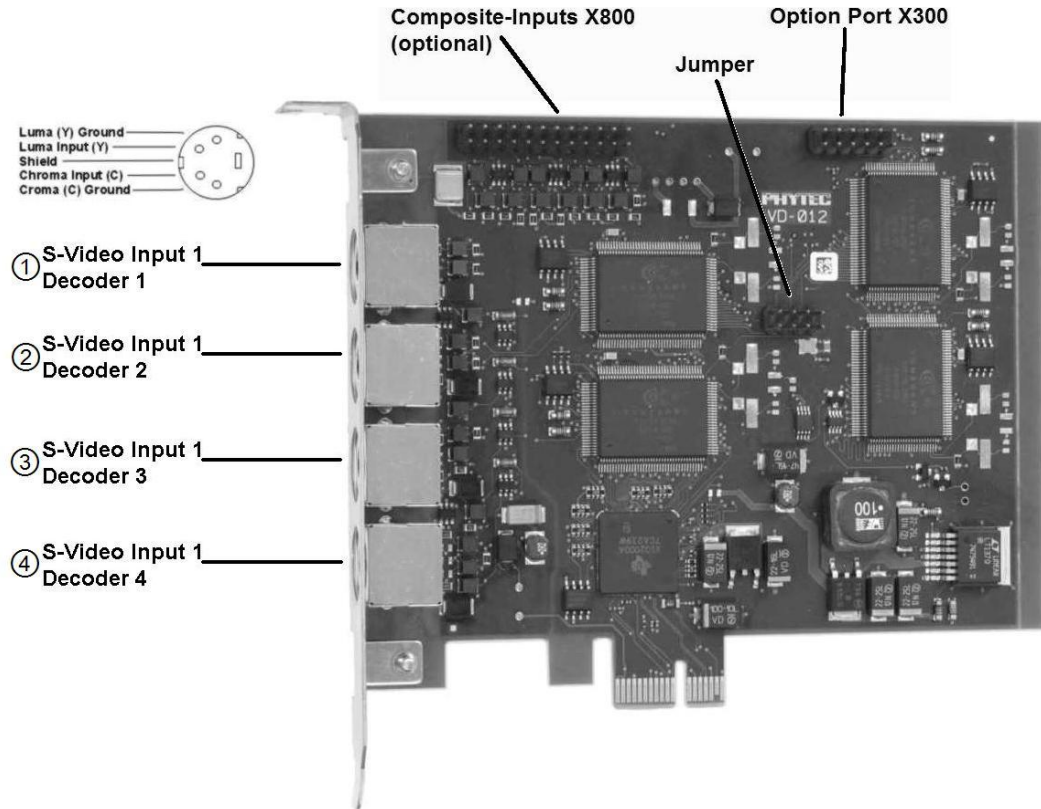
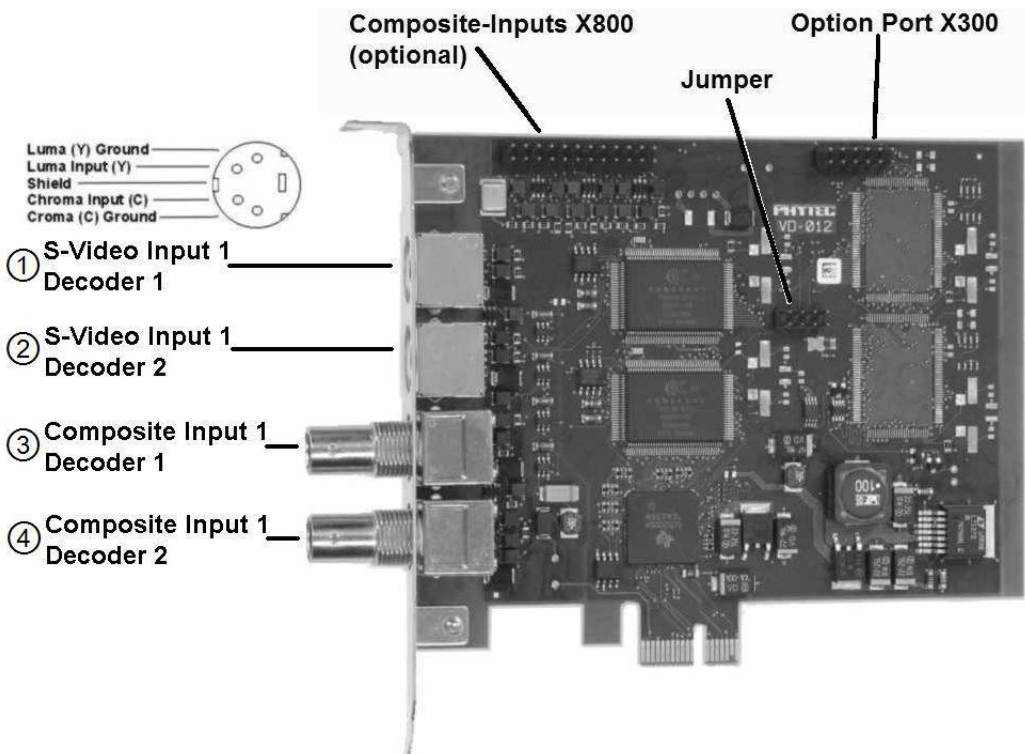

Bild 5: Anschlüsse des pciGrabber-4x4 (VD-012-X1)
Bild 6: Anschlüsse des pciGrabber-4x4 (VD-012-X2)
- Die Buchsen sind entsprechend der *S-Video*-Norm beschaltet (vgl. Bild 5 und Bild 6). Der Anschluss einer Kamera kann mit einem handelsüblichen *S-Video*-Kabel erfolgen.